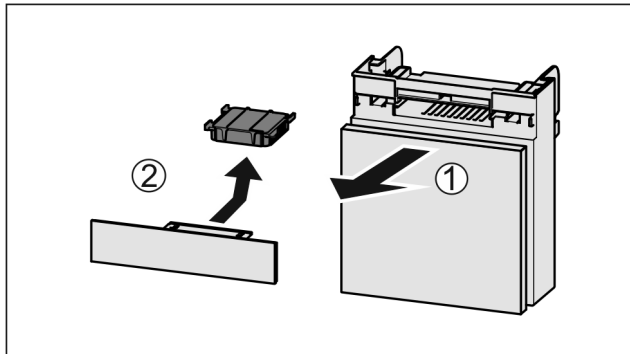

Fig. 69
- ▶ Træk rummet fremad Fig. 69 (1).
- ▶ Tag aktivkulfilteret Fig. 69 (2) ud.